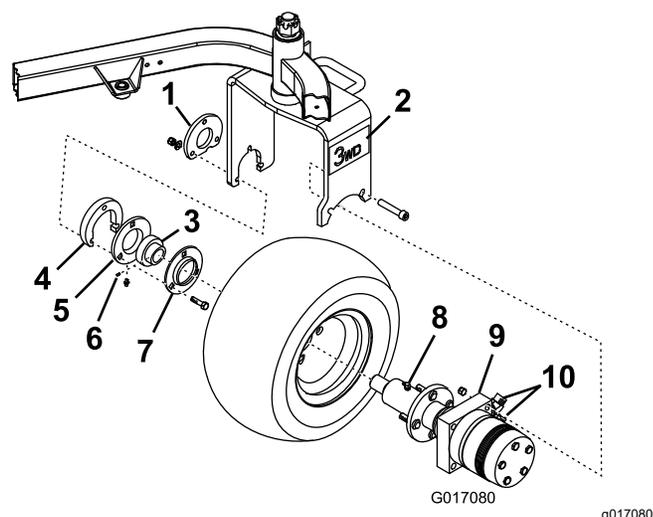

Figura 2
1. Monte as 2 uniões (45°) no lado do conjunto do motor (Figura 2).
2. Retire o bocal de lubrificação do novo motor e conjunto do hub (Figura 2).
5. Insira as flangetas e rolamentos na extremidade do eixo do motor como se mostra na Figura 2.
Nota: Certifique-se de que o motor está orientado com as uniões hidráulicas para a traseira da máquina (Figura 2).
7. Prenda sem apertar o motor no lado interior da forquilha da roda giratória com 2 parafusos de cabeça flangeada e 2 porcas (Figura 2).
Nota: Os bocais de lubrificação têm de estar virados para baixo na flangeta (Figura 2).
- Aplice um autocolante de tração às 3 rodas em cada lado da forquilha da roda giratória (Figura 2).